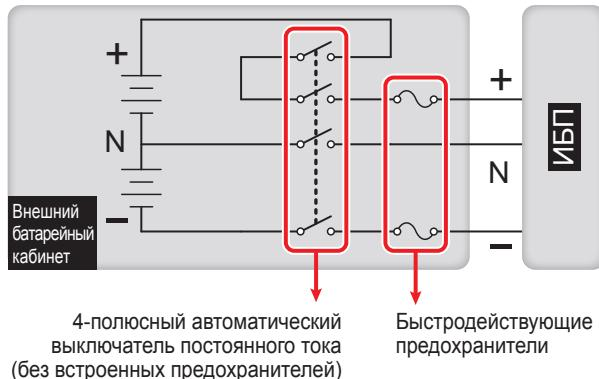
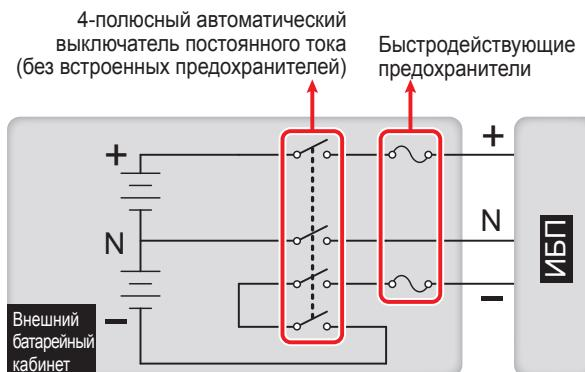

Рис. 5-11. Установка 4-полюсного автоматического выключателя постоянного тока и быстродействующих предохранителей (I)
Рис. 5-12. Установка 4-полюсного автоматического выключателя постоянного тока и быстродействующих предохранителей (II)
- Необходимо использовать 4-полюсный автоматический выключатель постоянного тока (без встроенных предохранителей) с отключающей способностью 35 кА пост. тока. На один полюс разрешается подавать постоянное напряжение 250 В, на два последовательно включенных полюса – 500 В, а на три – 750 В. При установке 4-полюсного автоматического выключателя постоянного тока и быстродействующих предохранителей между ИБП и блоком внешних батарей сторонних производителей руководствуйтесь *Рис. 5-11* или *Рис. 5-12*.